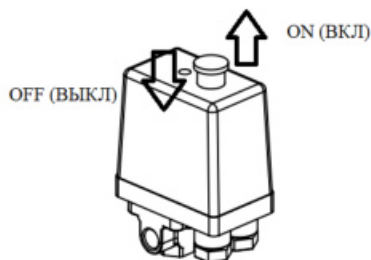

Рис. 9. Реле давления
Проверьте, чтобы выключатель на реле давления находился в выключенном положении «OFF» или «O», в зависимости от исполнения (см. рисунок 9).
- Включите компрессор выключателем на реле давления и сразу же выключите. Для этого необходимо переключить выключатель в положение «I» или «ON», в зависимости от исполнения (см. рисунок 9).